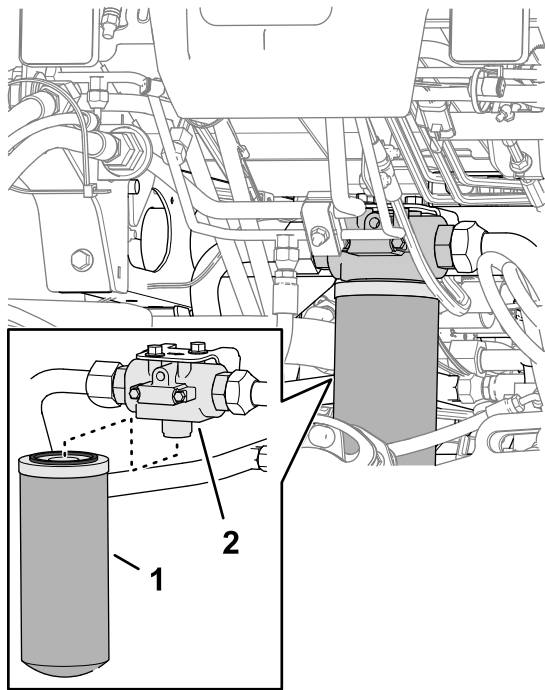

Figura 102
2. En la parte delantera de la máquina, coloque un recipiente de vaciado debajo del filtro de retorno (Figura 102).